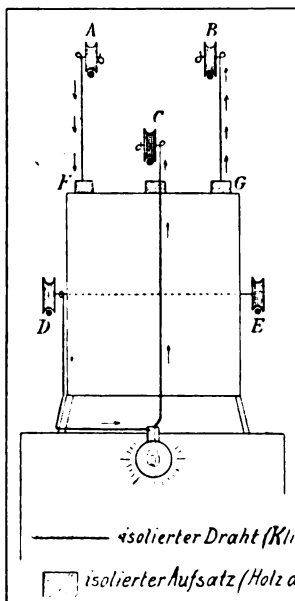

Abb. 1. Schematische Darstellung des Motors mit Stromleitung.
sich vorzüglich dazu. An den beiden Enden der Ankerwelle befestigt man je eine Laufrolle (am besten benutzt man dazu große Gardinenrollen), die dann auf den Schienen (harte Eisendrähte) laufen sollen. Auf unserem Bilde S. 437 sehen wir außer den Schienendrähten noch drei andere Drähte. Diese sind Kupferdrähte zur Stromleitung (Abb. 1). Die beiden oberen Drähte A und B speisen den Motor in F und G (Eintritt in den Motor) und der untere C versorgt mit den Schienen D(E) die
dicke Kupfer- oder Eisendraht, den man unten an Holz befestigt und an welchen man die Laufrolle (Gardinenrolle) in Art der Abbildung 1 anbringt. Um eine gute, lei-